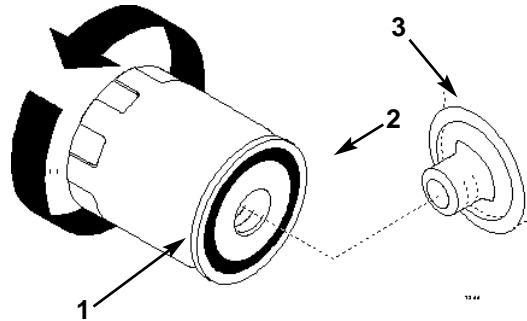

Fig. 20
2. Togliete il vecchio filtro e pulite la guarnizione dell'adattatore del filtro (Fig. 20).
3. Spalmate un leggero strato di olio nuovo sulle guarnizioni di gomma del filtro di ricambio (Fig. 20).
4. Montate il filtro di ricambio sull'adattatore. Girate il filtro dell'olio in senso orario fin quando la guarnizione di gomma non viene a contatto con l'adattatore, quindi stringete di nuovo il filtro di giro (Fig. 20).